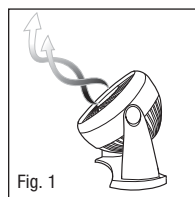

Fig. 1
2. Si le ventilateur perd de sa puissance ou bien si vous soupçonnez que le fusible est grillé, commencez par séparer le porte-fusible de recharge de la fiche (fig. 1). Sortez le fusible de rechange de son logement en plastique et mettez ce fusible de côté (fig. 2).
Le ventilateur de à haute vélocité Turbo Force^{MD}, de par sa conception aérodynamique, vous offre la possibilité de changer la direction de l'angle du ventilateur en réglant simplement l'appareil à n'importe quel angle de ventilation souhaité (Fig.1). À la mise en marche du ventilateur, vous sentirez un fort et puissant mouvement d'air qui changera vite pour devenir effet rafraîchissant.